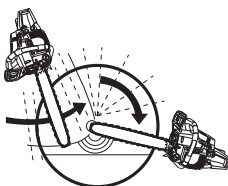

Abb. 19
- Wenn der Durchmesser des Baumes größer ist als die Länge der Führungsschiene, führen Sie den Schnitt in zwei Schritten aus, wie abgebildet (Abb. 19).